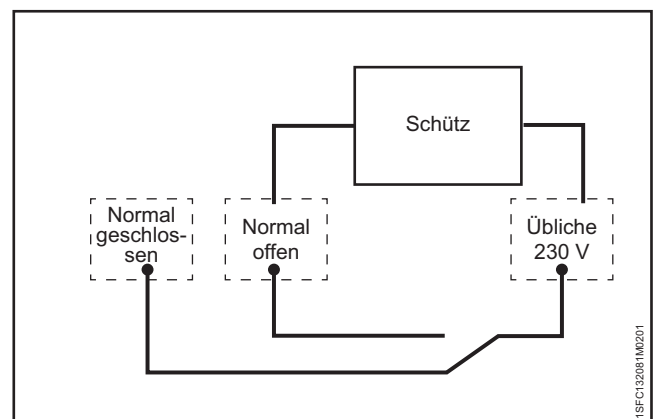

Abbildung 7.8
Jedes Relais verfügt über drei Klemmen: 1 gemeinsame Klemme (COM), 1 Arbeitsklemme (NO) und 1 Ruheklemme (NC). Siehe **Abbildung 7.8**.